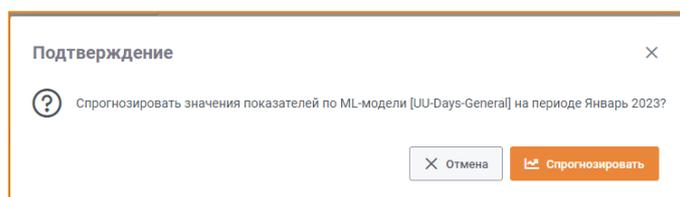

Рис. 130 – Подтверждение запуска прогноза теплопотребления
- На панели инструментов модуля нажать кнопку **Спрогнозировать**. Для подтверждения запуска прогноза в окне подтверждения следует нажать **Спрогнозировать**, для отмены – **Отмена** (Рис. 130).